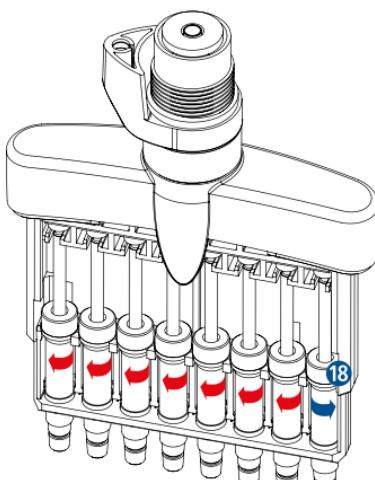

Abb. 11
- Die Kolteneinheit 18 wird durch Drehen mit Hilfe des Inbus-Schlüssels aus der Halterung gelöst (Abb. 11).